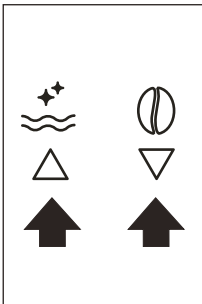
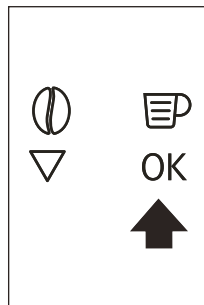

Abb. 9
Abb. 10
- Zum Einstellen der Sprache verwenden Sie die Symbole $\triangle$ ∇ (B7 und B8) um die gewünschte Sprache auszuwählen (Abb. 9). Wenn die Meldung „DRÜCKEN SIE OK, UM DEUTSCH AUSZUWÄHLEN“ angezeigt wird, drücken Sie 3 Sekunden lang das OK Symbol (B9) (Abb. 10), bis „DEUTSCH INSTALLIERT“ angezeigt wird.
- Drücken Sie die Sensortaste OK (B9) (Abb. 10). Nach wenigen Sekunden tritt am Auslauf etwas Wasser aus.